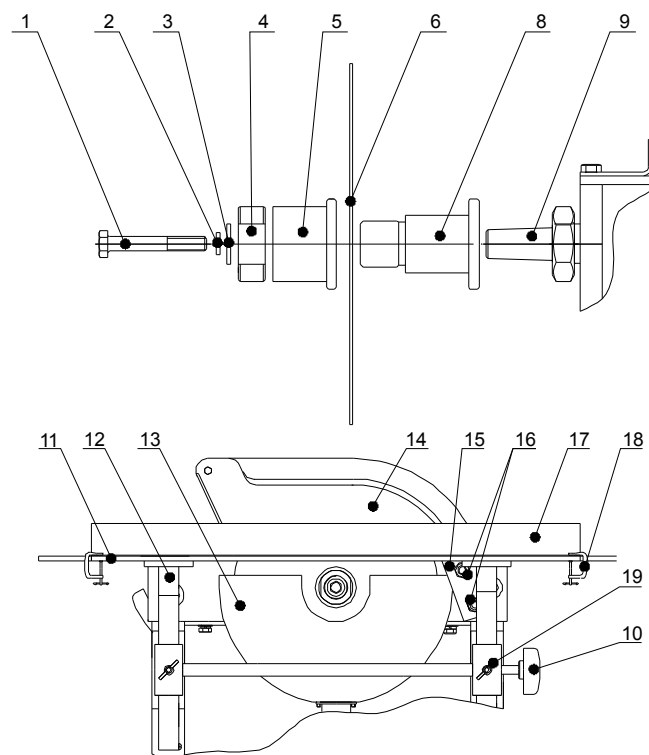

Рис. 2. Распиловка пиломатериалов
7.1. Продольная и поперечная распиловка пиломатериалов (рис. 2).